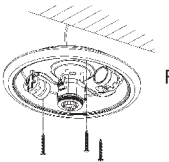

Figura 2
- Haga pasar el cable de alimentación a través del orificio situado en la parte inferior y, a continuación, conéctelo a la regleta de conexión de acuerdo con el diagrama de conexión de cables. Coloque la lámpara en la posición deseada y, a continuación, fjela con los tornillos de fijación. (Consulte la figura 2).
- Passe o fio pelo orificio na parte inferior e conecte o fio de alimentação na coluna do fio de conexão de acordo com o diagrama do fio de conexão. Instale a lâmpada do sensor na posição necessária com parafusos inflados. (consulte a figura 2)